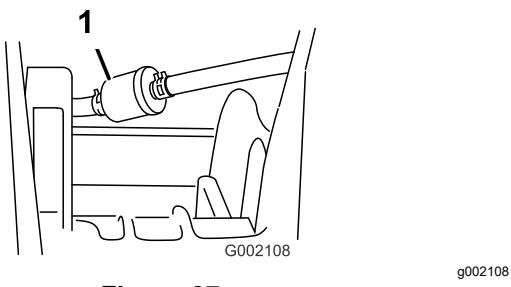

Figura 37
5. Retire os grampos que fixam o filtro de combustível às tubagens (Figura 37).